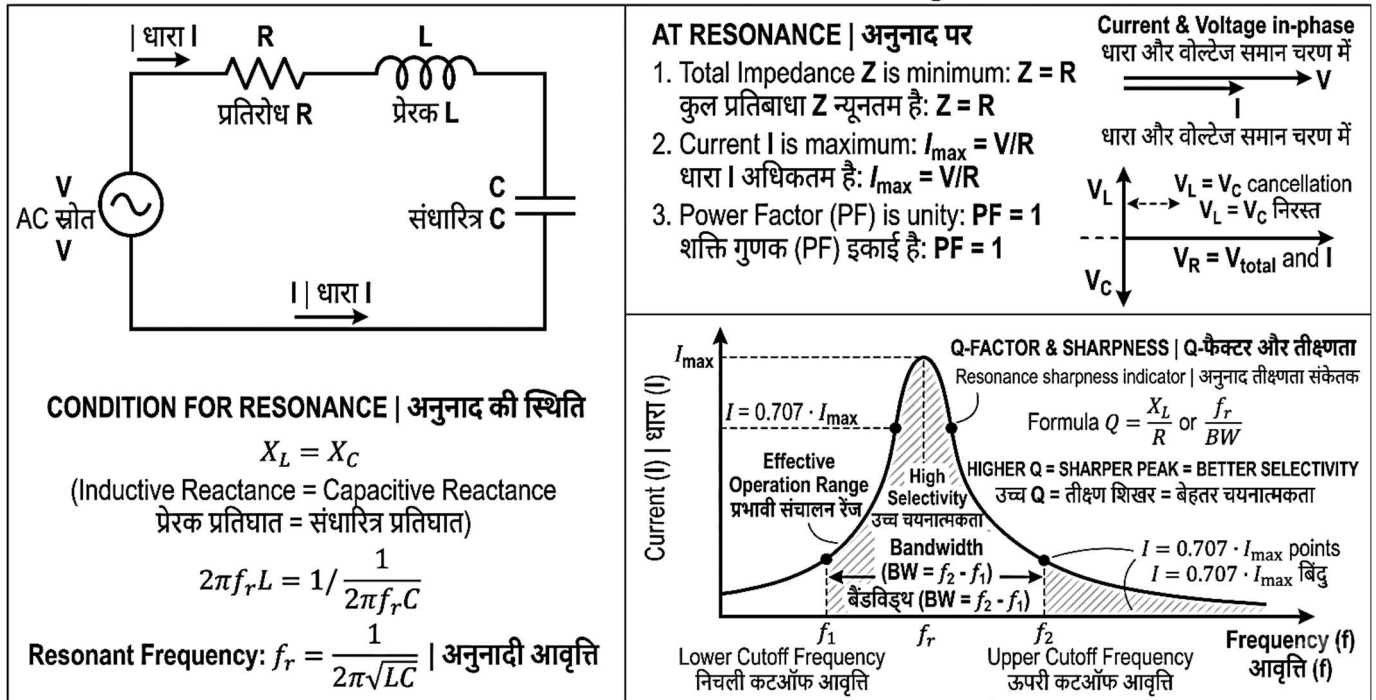

Fig. 5.2: Series Resonance Circuit | श्रृंखला अनुनाद परिपथ
5.2.1 Introduction (Fig. 5.2)
5.2.1 परिचय (Fig. 5.2)